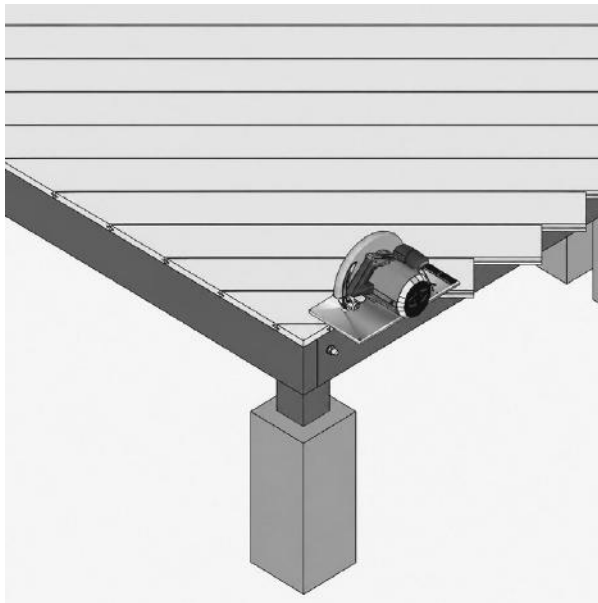

FIG. 13 – OVERSTEK VAN DE TERRASPLANK AFGEZAAGD MET EEN CIRKELZAAG
- 03 Zodra alle planken zijn vastgezet, zaagt u het overstek van de terrasplanken af met een cirkelzaag (fig. 13). Werk het terras af volgens de secties boeiboord, hoekprofiel of randplank.